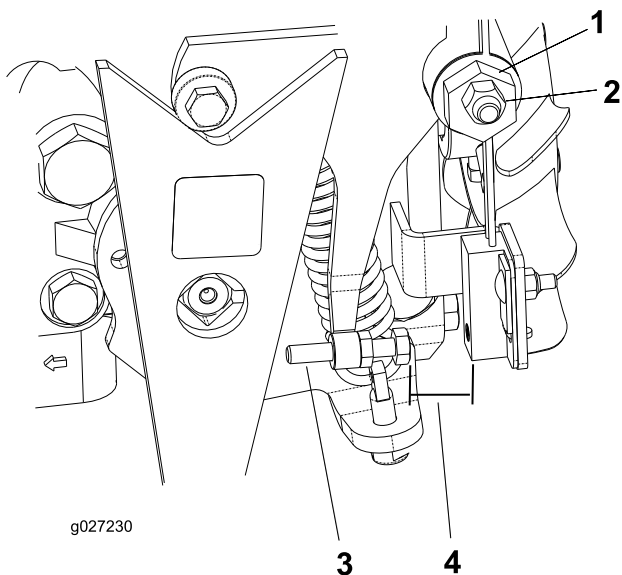

Bild 37
4. Lockern Sie die Sicherungsmutter an der Fahrtriebs-Einstellnocke (Bild 37).
5. Lassen Sie den Motor an und drehen das Sechskant (Bild 37) der Nocke in beide Richtungen, um die zentrale Stellung im Neutralbereich ausfindig zu machen.
3. Stellen Sie die Schraube ein, bis der Abstand  $\pm 0,8-2,3$  mm beträgt, siehe Bild 37.